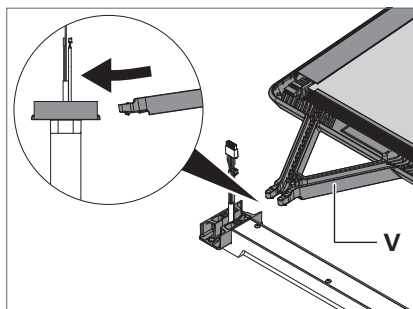

Fig. 12: Monter la tête du luminaire 1.
1. Faites basculer légèrement le bras **V** de la tête du luminaire vers le bas jusqu'à la butée dans l'adaptateur, voir Fig. 12.